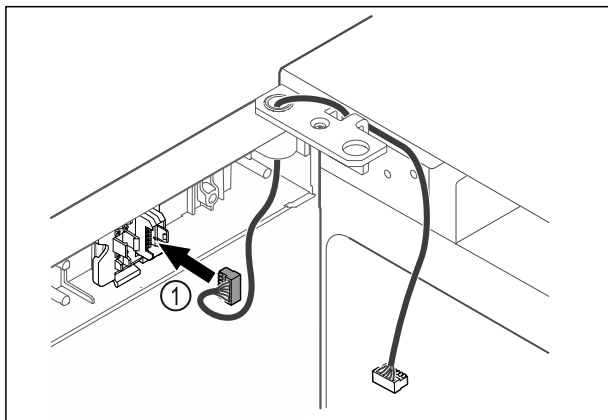

Fig. 49
- ▶ Dugja be a dugót Fig. 49 (1) a dugófoglatba.